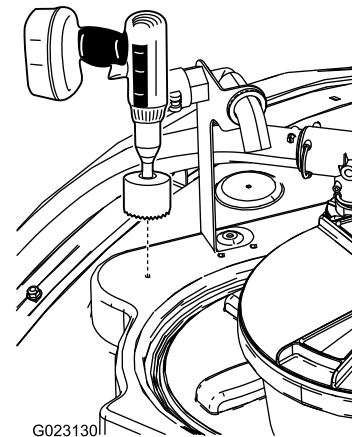

Figure 14
1. Localisez l'emplacement avant sur le haut de la cuve, comme montré à la Figure 14.
2. Utilisez une scie cylindrique de 9 cm pour percer un trou à l'emplacement indiqué par le repère (Figure 14).